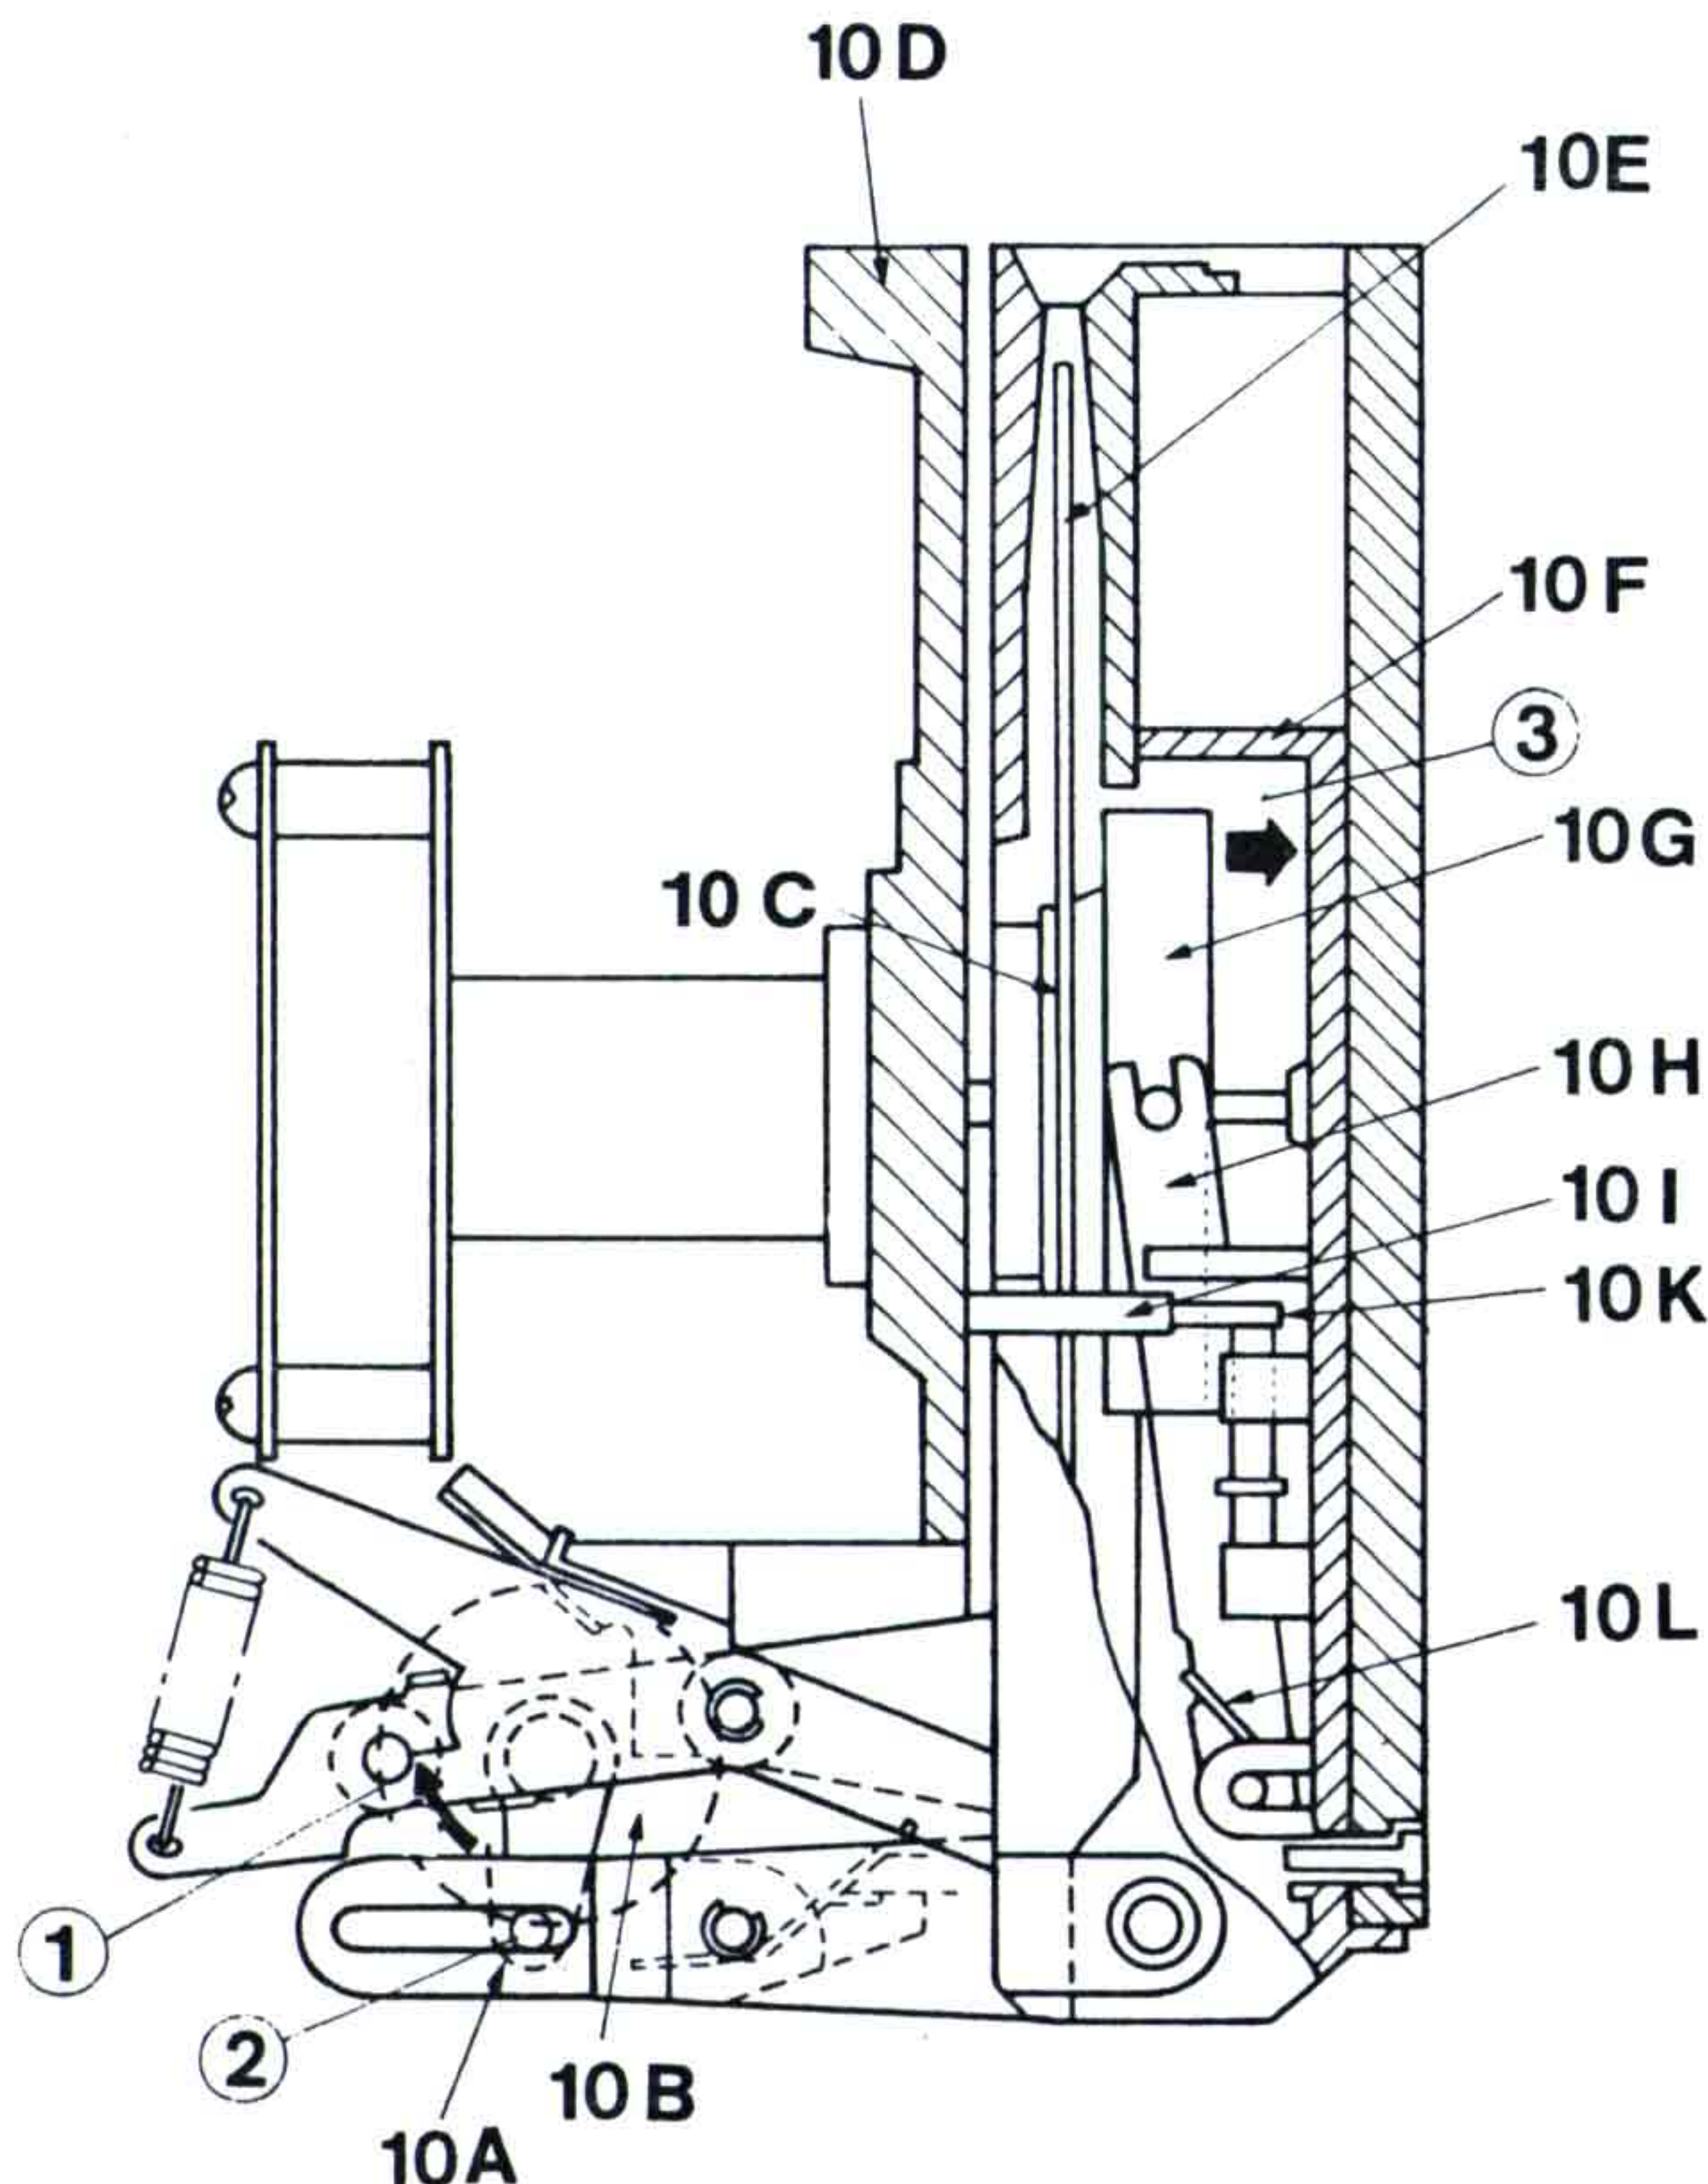
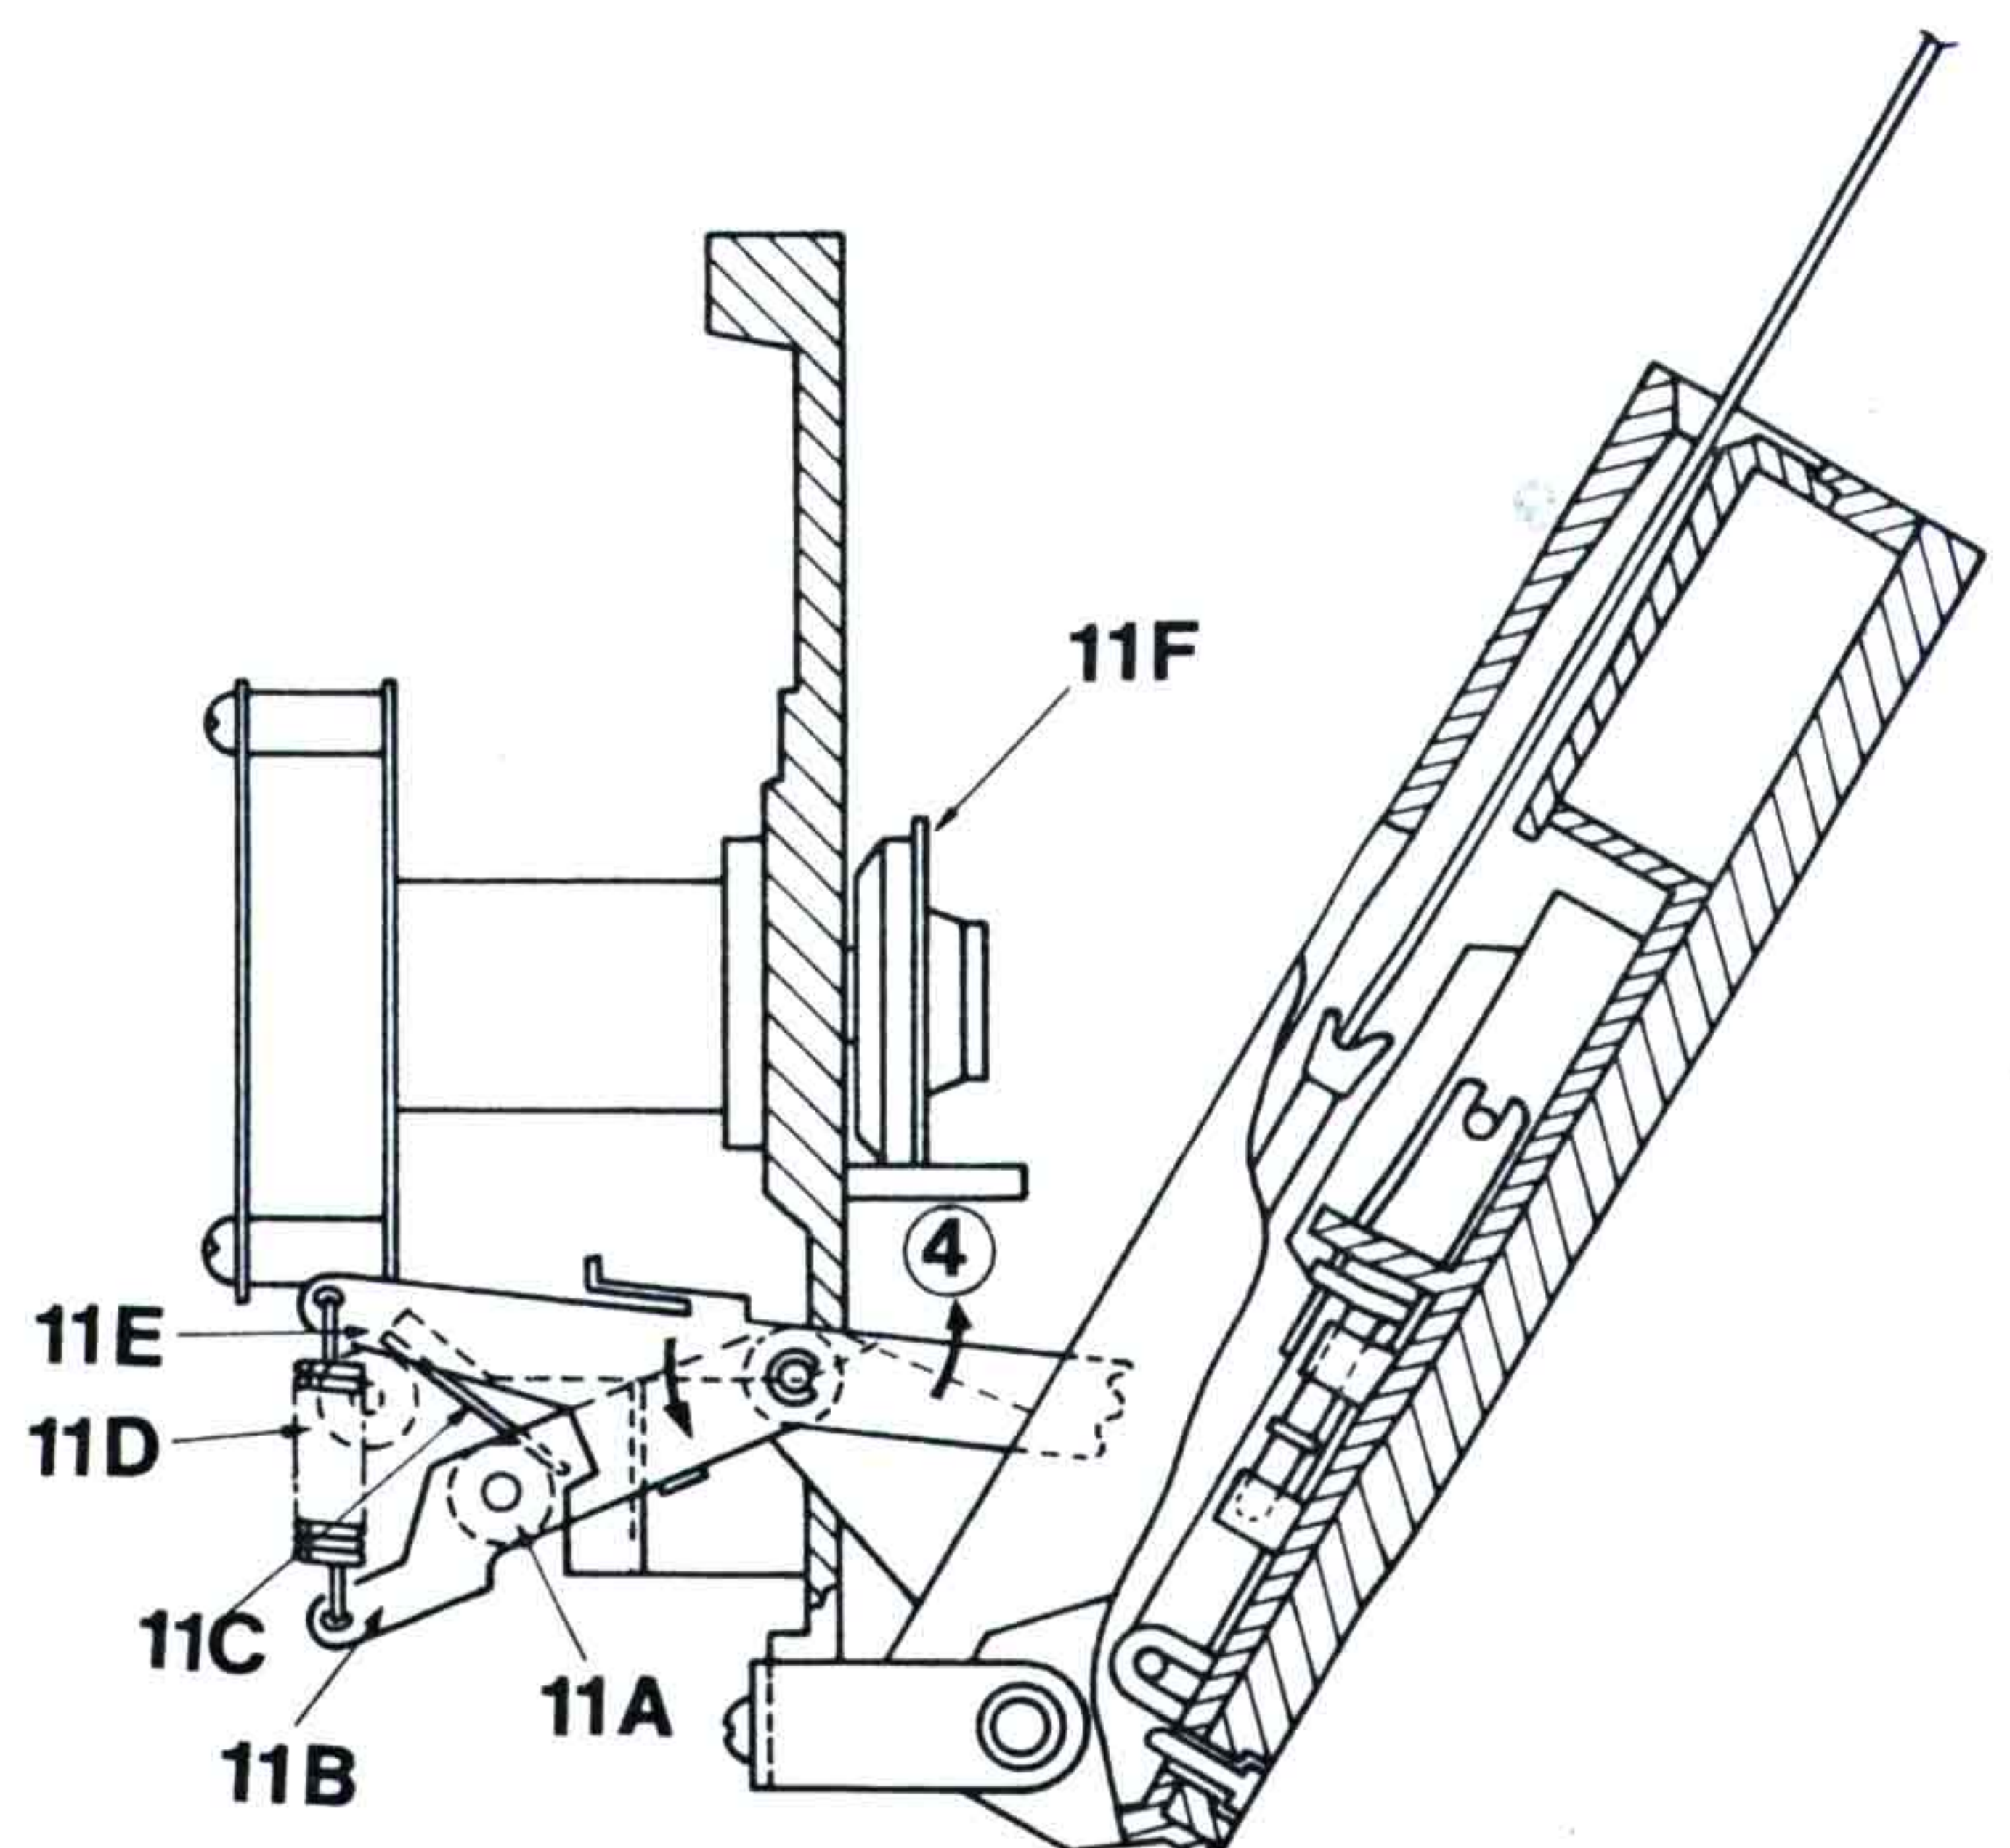
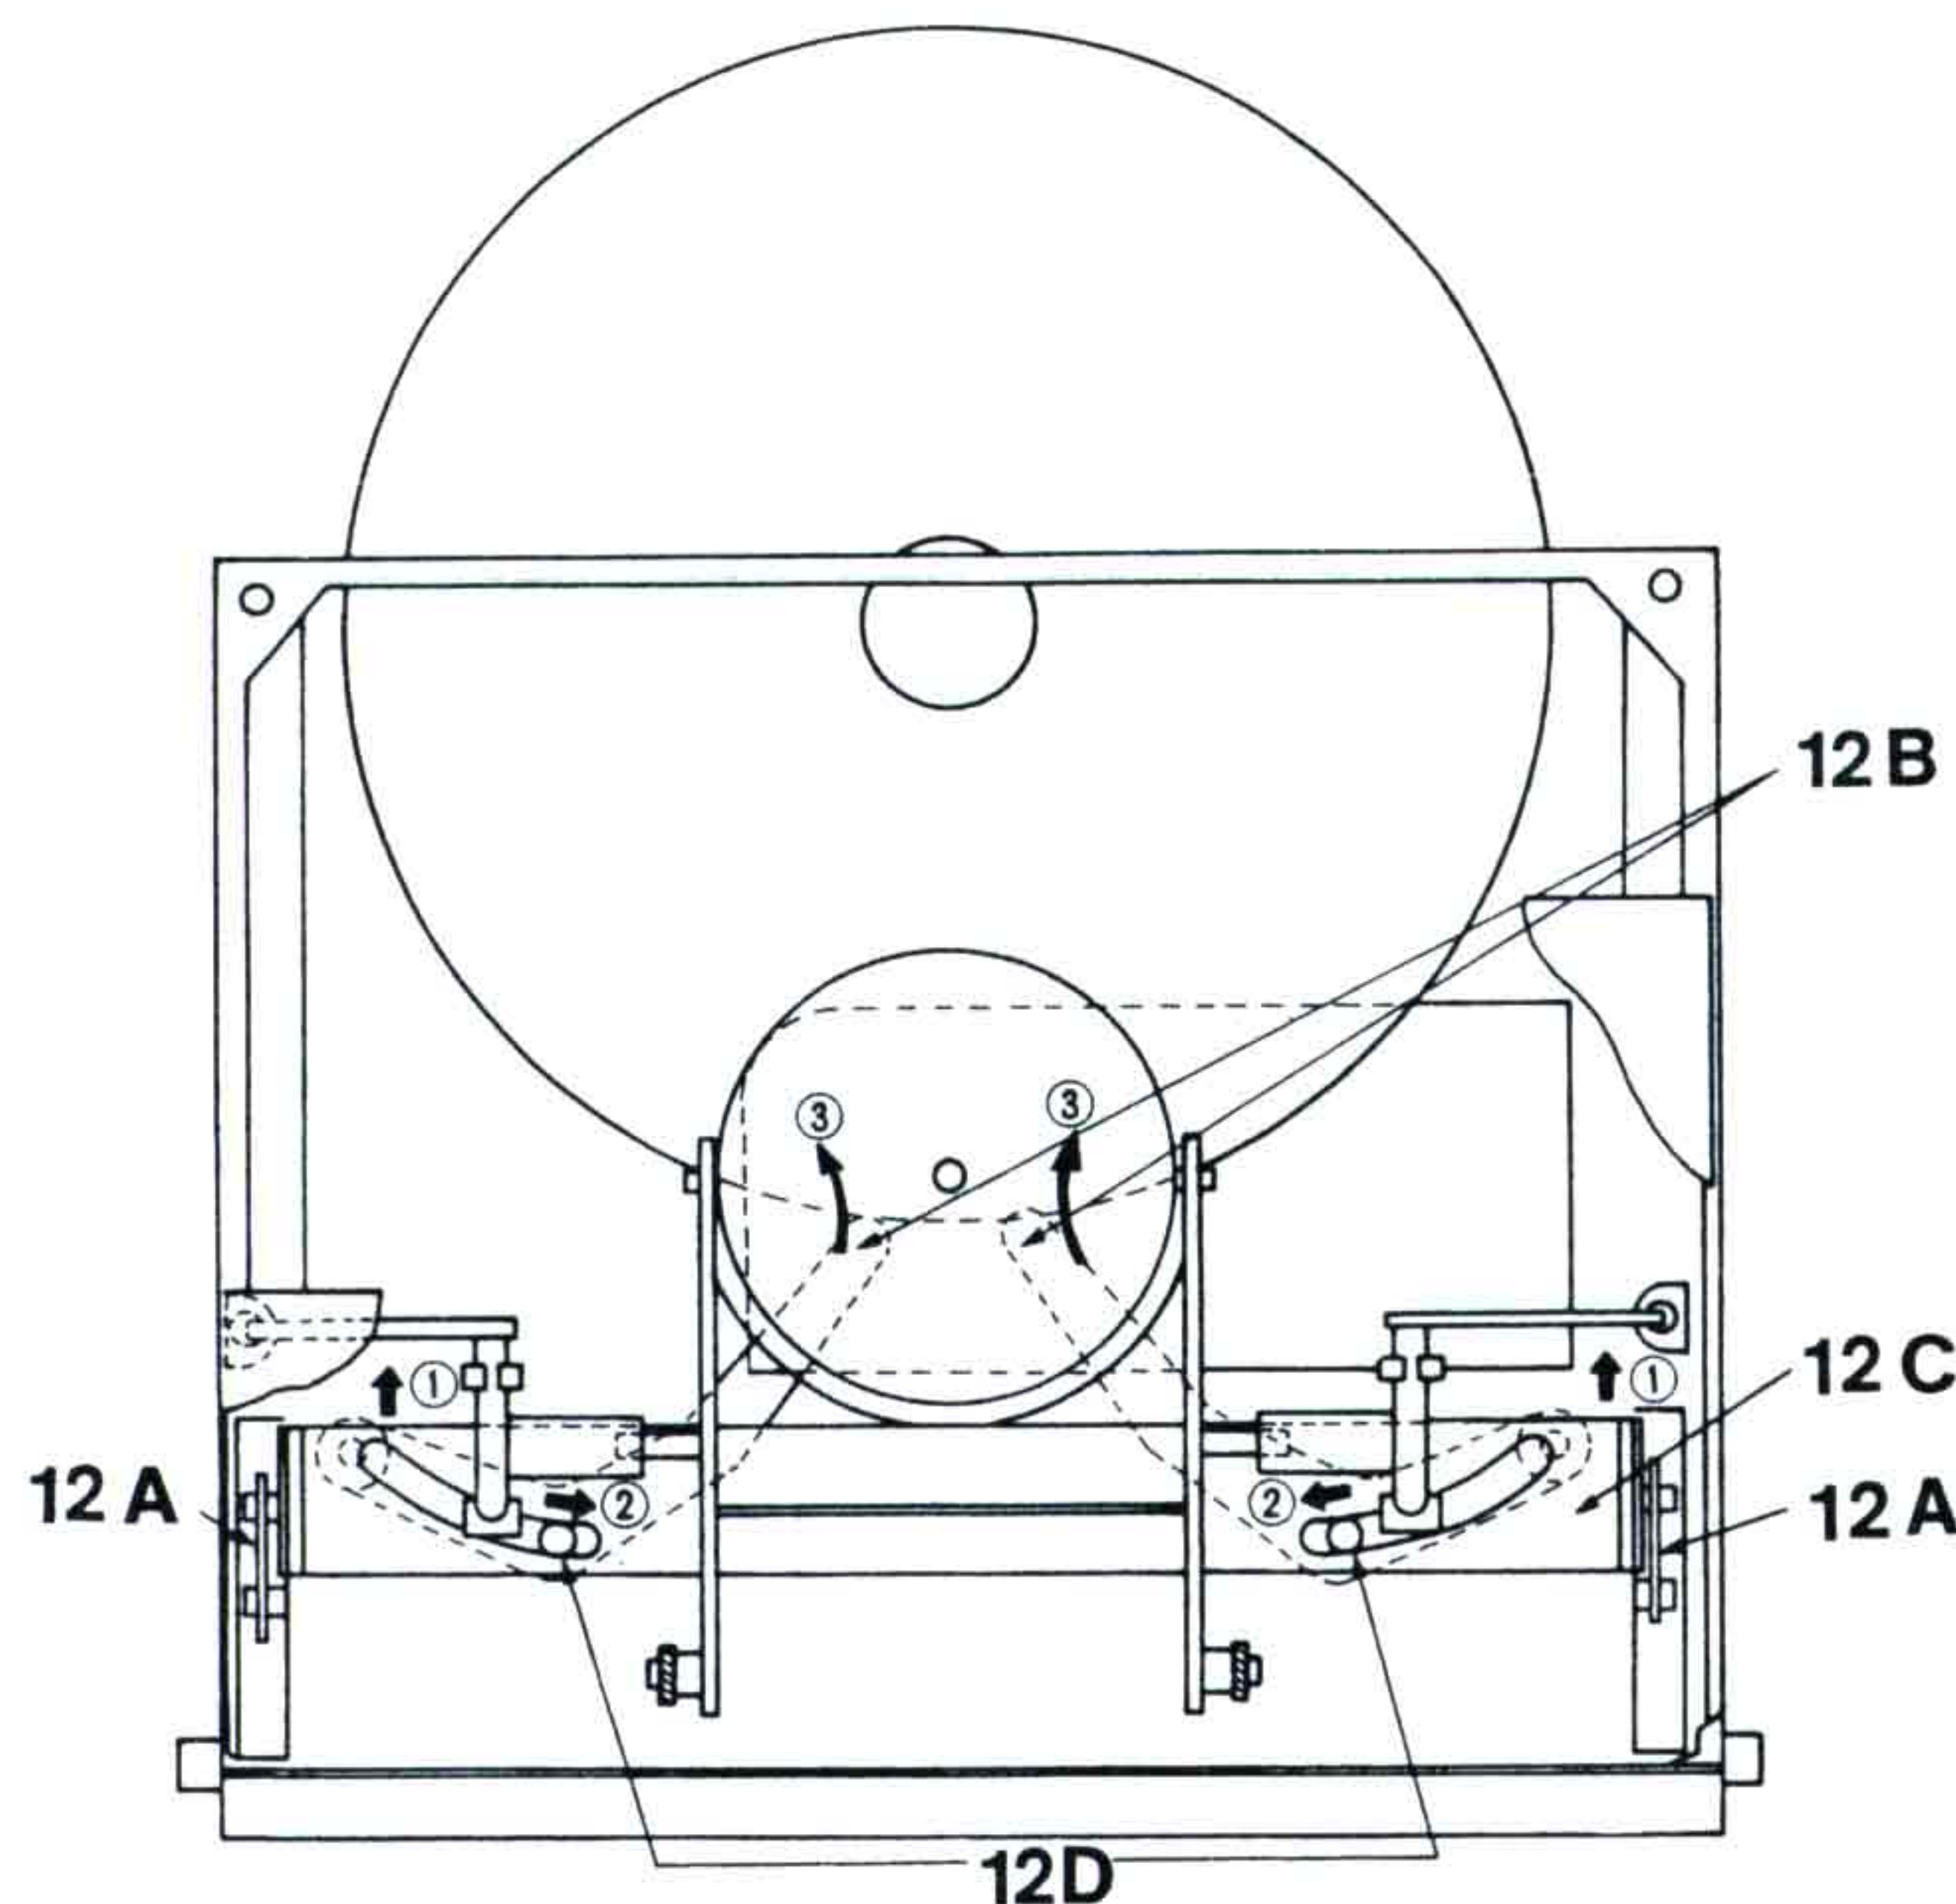
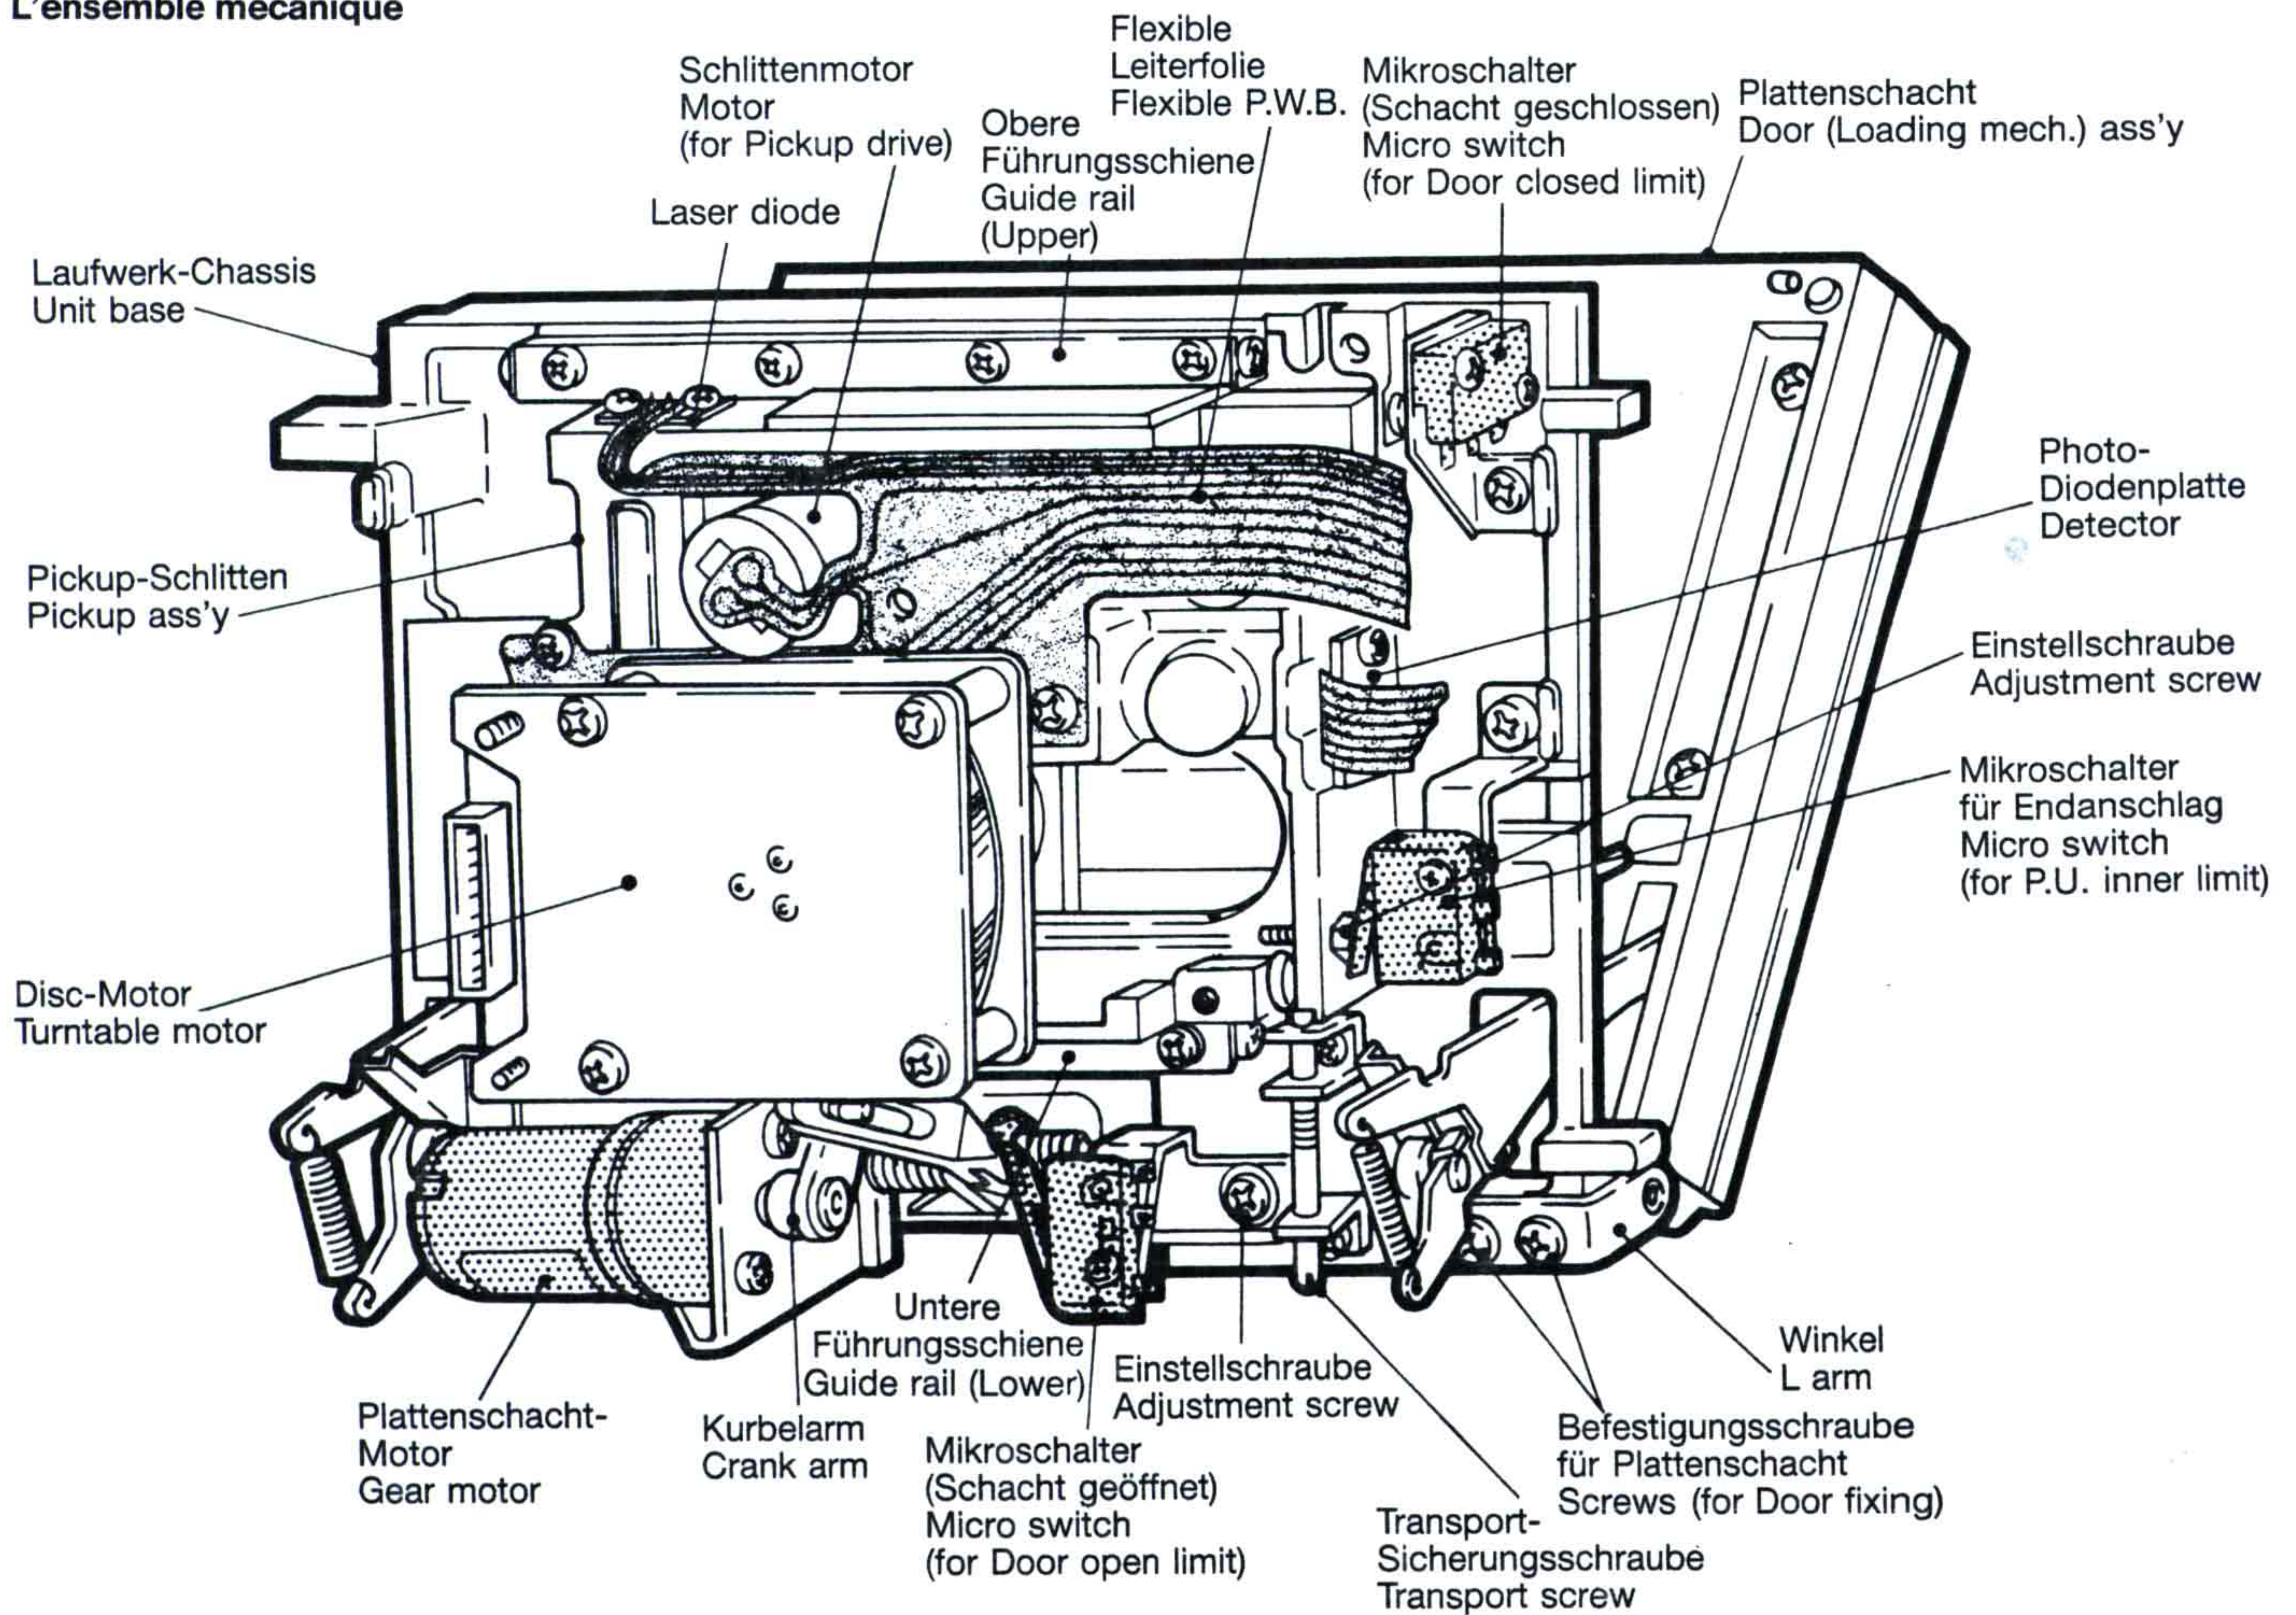

Fig. 10
Fig. 11
Fig. 12
Fig. 14
Plattenverriegelung (Fig. 10)
Closing the disc holder flap (Disk held, fig. 10)
(Blocage du disque, fig. 10)
Damit wird der Verriegelungshebel 10H ausgelöst und die CD-Platte 10E an den Antrieb 10C des Disc-Motors mit dem Klemmstück 10G angedrückt. Läuft nun das Kurbelrad des Loading-Motors in Stellung ②, d.h. der Plattenschacht wird geöffnet, lösen sich die Stifte 10I von dem Verriegelungshebel 10H. Das Klemmstück 10G gibt die CD-Platte frei und geht bis zur Stellung ③ zurück. Das Zurücknehmen der Verriegelung wird mit zwei Federn 10L realisiert (Fig. 10).
Öffnen des Plattenschachtes (Fig. 11)
Wenn der Loading-Motor 10B den Kurbelarm 10A in Pfeilrichtung ① bewegt (Fig. 10), bewegt sich die Rolle 11A zum Anschlag 11C. Der Hebelarm 11B ist durch eine Zugfeder mit Hebelarm 11E verbunden. Berührt die Rolle den Anschlag, so läuft sie am Anschlag entlang und Hebelarm 11E wird in Pfeilrichtung ④ durch Arm 11B umgelenkt (Fig. 11). Der Gleiter 12C bewegt sich in Pfeilrichtung ① (Fig. 12) mit der Bewegung des Hebelarmes 12A. Die Stifte 12D der beiden Schieberhebel 12B laufen in einer kreisförmigen Führungsnut des Gleiters in Pfeilrichtung ②. Die Schieberhebel bewegen sich in Pfeilrichtung ③ und heben die CD-Platte aus dem Plattenschacht.
Opening the disc holder flap (Fig. 11)
When the motor (flap opening/closing control) 10B turns the crank 10A in the direction of the arrow ① (Fig. 10), the roller 11A advances toward the inclined plane 11C. Levers 11B and 11E are connected by a spring. The roller 11A touches the inclined plane 11C, slides along and the lever 11E moves in the direction of the arrow ④. The slide 12C moves in the direction of the arrow ① (Fig. 12) parallel to the movement of lever 12A. The pins 12D of the two lifting arms 12B slide into the central channel of the slide in the direction of the arrow ②. The lifting arms 12B turn in the direction of the arrows ③ and bring the compact disc to the high position.
Ouverture du volet porte-disque (Fig. 11)
Quand le moteur (commande ouverture/fermeture du volet) 10B tourne la manivelle 10A dans le sens de la flèche ① (Fig. 10), le galet 11A avance vers le plan incliné 11C. Le levier 11B et le levier 11E sont reliés par un ressort. Le galet 11A touche le plan incliné 11C, glisse le long et le levier 11E se déplace dans le sens de la flèche ④. Le coulisseau 12C se déplace dans le sens de la flèche ① (Fig. 12) parallèlement au mouvement du levier 12A. Les goupilles 12D des deux bras d'élévation 12B coulissent dans la gorge centrale du coulisseau dans le sens de la flèche ②. Les bras d'élévation 12B tournent dans le sens des flèches ③ et amènent le CD en position haute.
Nach dem Lösen der Befestigungsschrauben am Winkel (Fig. 14) und Entfernen des Hebelarmes (Crank arm) vom Plattenschachtmotor, müssen noch die kleinen Federn von den Rollen der Hebelarme ausgehängt werden. Der Plattenschacht kann direkt abgenommen werden.
Remove the lock screws from the disc holder flap frame (Fig. 14), the motor crank and the lever roller spring 11B (Fig. 11). Remove the disc holder flap.
Retirer les vis de fixation des équerres (support du volet porte-disque) (Fig. 14). La manivelle du moteur ainsi que les ressorts des galets des leviers 11B (Fig. 11). Retirer le volet porte-disque.
Remove template ③, open the flap by hand, remove template ②, insert the control disc ④, close the flap by hand and hold it closed. Turn the turntable motor. The control disc ④ should not rub. Reattach the roller springs 11A (Fig. 11).